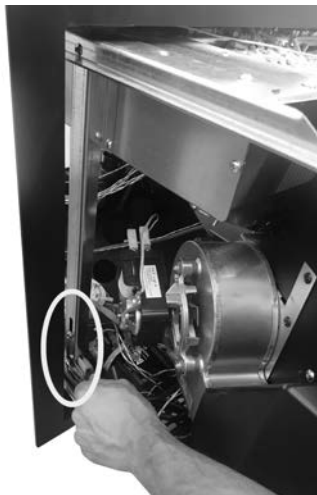

Fig. 27 - Desserrer les vis
- Dévisser les 2 vis hexagonales des côtés de l'insert (voir **Fig. 27**).